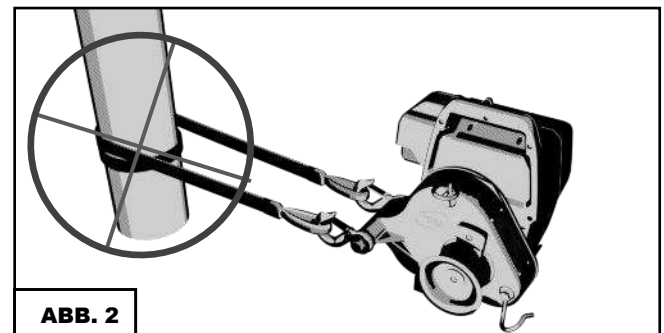

ABB. 2
Noch besser ist der doppelte Palstek (Abb. 2), der etwa 75 % der Seilkapazität erhält.
WENN SIE DIE SCHLINGE ZUR VERANKERUNG DER WINDE BEFESTIGEN, VERMEIDEN SIE ES, EINMAL KOMPLETT UM DEN VERANKERUNGSPUNKT ZU GEHEN (ABB. 2 UNTEN). DADURCH WIRD VERHINDERT, DASS SICH DIE WINDE SELBST RICHTIG MIT DER LAST AUSRICHTET.
- 3) Abb. 2: Halten Sie die Winde an, bevor der Knoten die Winde erreicht, denn der Knoten kann nicht passieren und wird zum Verwirren des Seils führen.